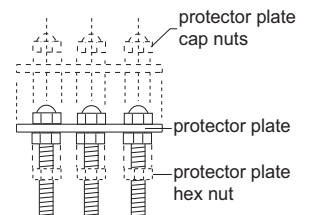

Fig. 14
A. Sacar las tuercas ciegas, placa protectora, tuercas hexagonales de la placa protectora, y el anillo del cable del sensor (fig. 14).